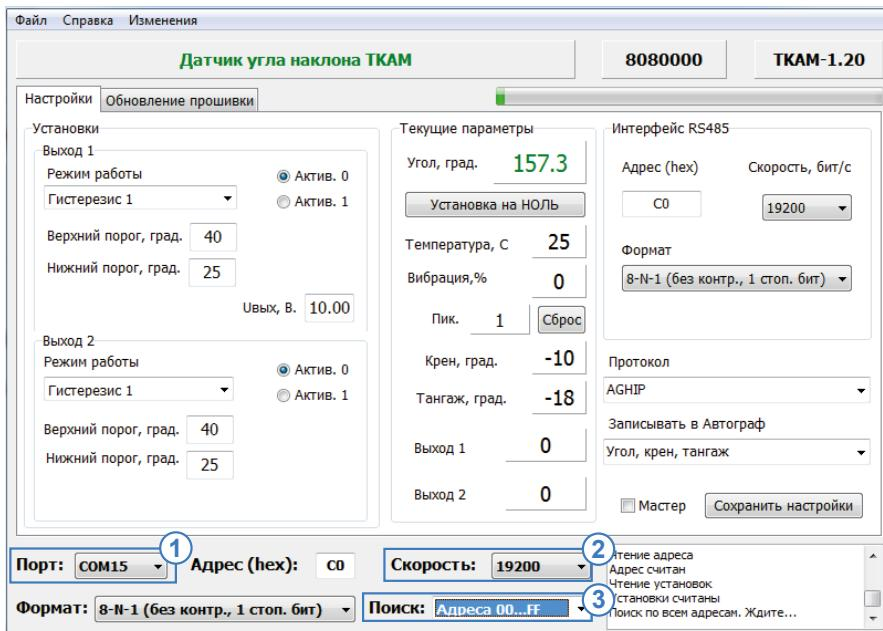

Рис.5. Поиск по адресам от 00 до FF.
- в программе «AGPConf» выберите СОМ-порт, к которому подключен датчик через программатор (Рис.5, п.1). Посмотреть порт устройства можно в Диспетчере устройств системы;
- выберите скорость, на которую настроена шина RS-485 датчика. По умолчанию – 19200 (Рис.5, п.2);
- выберите диапазон адресов – **Адреса 00...FF** (Рис.5, п.3).